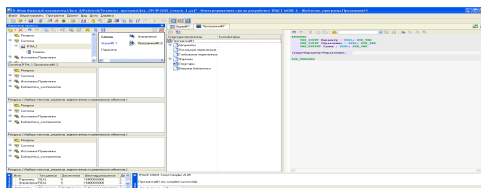

Рис. 10
4.3.8. За допомогою ікони  (Скомпілювати програму) на інструментальній панелі редактора або натисненням "гарячої клавіші" **F7** скомпілювати програму і переконатися в успішній компіляції у вікні **Виведення** (Output), що викликається з інструментальної панелі за допомогою ікони  (Показати/приховати вікно виведення) (рис. 10).